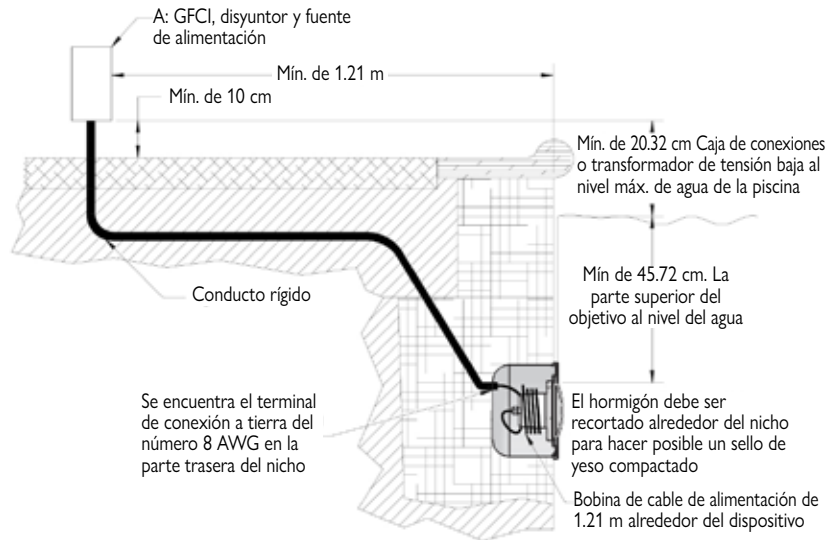

Figura 1
- Una caja de conexiones o transformador de tensión baja se encuentra por lo menos 20.32 cm encima del nivel máximo de agua de la piscina y por lo menos 1.21 m desde el borde de la piscina; consulte la figura 1.
- Instalación adecuada del nicho mojado con el borde superior del objetivo de la luz subacuática por lo menos 45.72 cm bajo la superficie del agua en la piscina y no más de 50.8 cm en Canadá; consulte la figura 1.
- La unión eléctrica adecuada del nicho mojado y conexión a la tierra con el conector de tierra de número 8 AWG en la parte trasera del nicho; consulte la figura 1.
1. Ponga el cable del dispositivo a través del conducto hasta la caja de conexiones. Asegúrese de dejar por lo menos 1.21 m de cable en la base del dispositivo para enrollar alrededor de la luz para garantizar facilidad de mantenimiento una vez que la piscina y/o spa está llena/lleeno. Consulte la Figura 1.